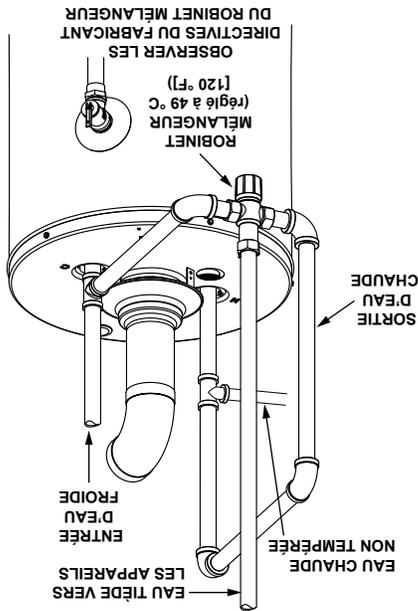

FIGURE 12.
3. Le fabricant du chauffe-eau recommande l'installation d'un robinet mélangeur ou d'un dispositif anti-ébullantage sur la conduite d'eau chaude domestique de la façon illustrée à la Figure 12. Ce type de dispositif rapidement utilisable sert à abaisser la température de l'eau aux points d'utilisation par le mélange de l'eau chaude et de l'eau froide. 4. Si le chauffe-eau est utilisé dans un système en circuit fermé, ajouter un réservoir de dilatation à la conduite d'eau froide de la manière précisée à la section « Système en circuit fermé/dilatation thermique ».